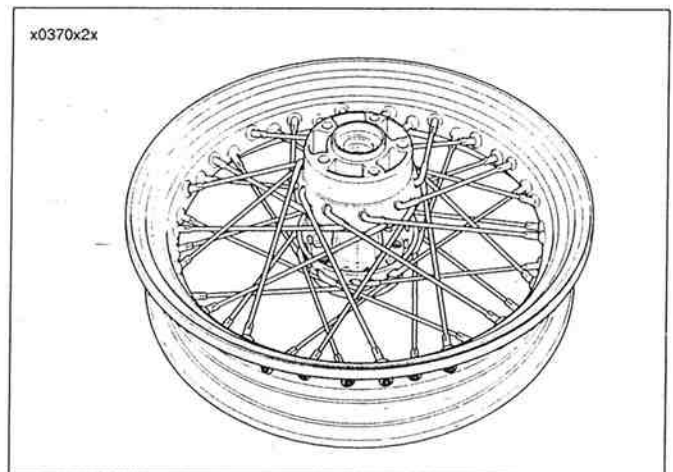

Figura 2-29.
9. Vea la Figura 2-29. Instale los nueve rayos restantes de la fila superior.